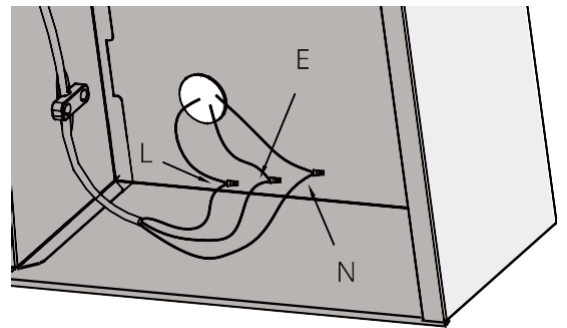

Figure 8
- Connectez le NOIR au NOIR, le BLANC au BLANC et le VERT au VERT (voir figure 8).